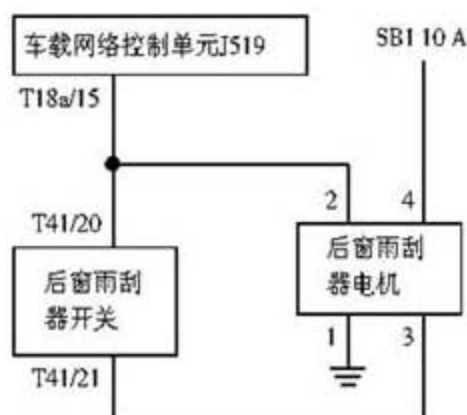

图1 后雨刮器电路图
- 2). 对照线路图(图 1), 首先检测后雨刮电机上 4 根线与雨刮开关和电源的连接导通情况: 1 号插脚(棕色线, 1.0 mm)是负极的连接导线, 测量没有问题。2 号接脚(绿/白色线, 0.5 mm)是从雨刮开关 T41/20 引出, 并且与车载网络控制单元(T18a/15 接脚)相连, 测量没有问题。3 号接脚(绿、紫色线 mm)从雨刮开关 T41/21 引出, 并且连接到雨刮喷水电机(在左前轮内挡泥罩的内侧)的 2 号接脚, 测量没有问题。4 号接脚是后雨刮电机的正极供电电源, 由受 X-触点卸载继电器控制的 SB1 号熔丝供电, 测量也没有问题。测量 1 号和 4 号接脚的正、负极供电正常, 线路也没有相互之间的短路及断路现象。